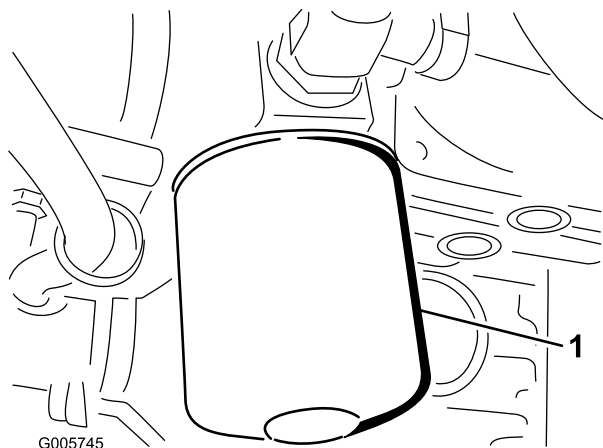

Bild 76
1. Reinigen Sie den Bereich um den Hydraulikölfilter. Nehmen Sie den Filter von der Fassung ab (Bild 76) und reinigen Sie die Filterbefestigungsoberfläche.